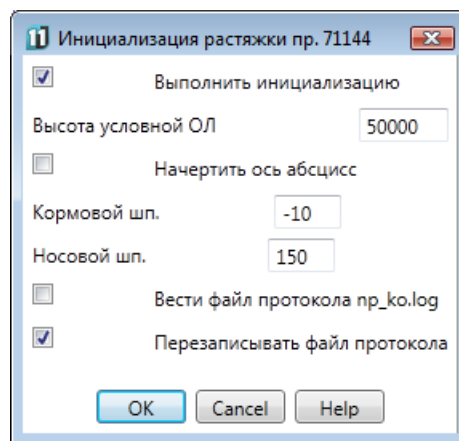

Рисунок 23. Окно инициализации чертежа растяжки
Запуск расчета растяжки выполняется либо с помощью пункта **Растяжка НО** падающего меню **STRUCTURE** (см. рис. 3), либо с помощью кнопки  панели инструментов **Structure** (см. рис. 4). Сразу после вызова пользователю предлагается диалоговое окно **Инициализация растяжки пр.NNNNN** (NNNNN — номер текущего проекта) (рисунок 23).
10.3 Диалоговое окно **Инициализация растяжки** (см. рис. 23) позволяет пользователю задать параметры инициализации. Для проведения инициализации следует установить флажок **Выполнить инициализацию** (в противном случае будут действовать параметры предыдущего расчета или, если расчет выполняется в первый раз, — параметры по умолчанию). К параметрам инициализации относятся следующие: